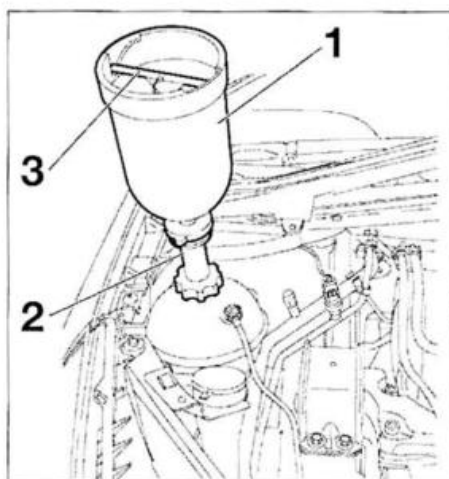

FIG. 22
- Disponer un aparato de llenado por gravedad (1) (ref. 4520-T) provisto de su adaptador (2) (ref. 4222-T) y de su varilla de obturación (3) (ref. 4370-T) en lugar del tapón del vaso de expansión (fig. 22).